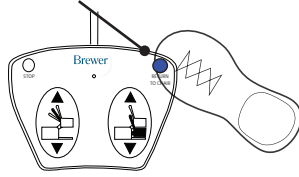

Figure 36. Abaissement par retour en position fauteuil
3. Appuyer sur la touche bleu pour activer la fonction de retour en position fauteuil (Figure 36).